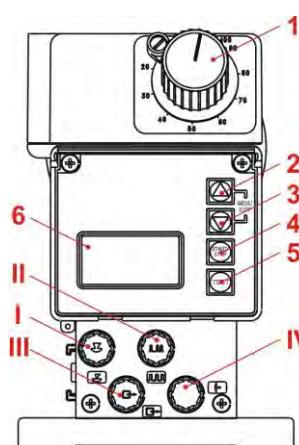

Fig. 5.5 Modèles EMP III E 60 et EMP III E60PLUS
La pompe est maniée au moyen de 4 touches (Fig. 5.5, pos. 2, 3, 4 et 5) (voir au « chapitre 9.4 Fonctions des touches »).
L'affichage de service est représenté via un afficheur graphique (Fig. 5.5, pos. 6).